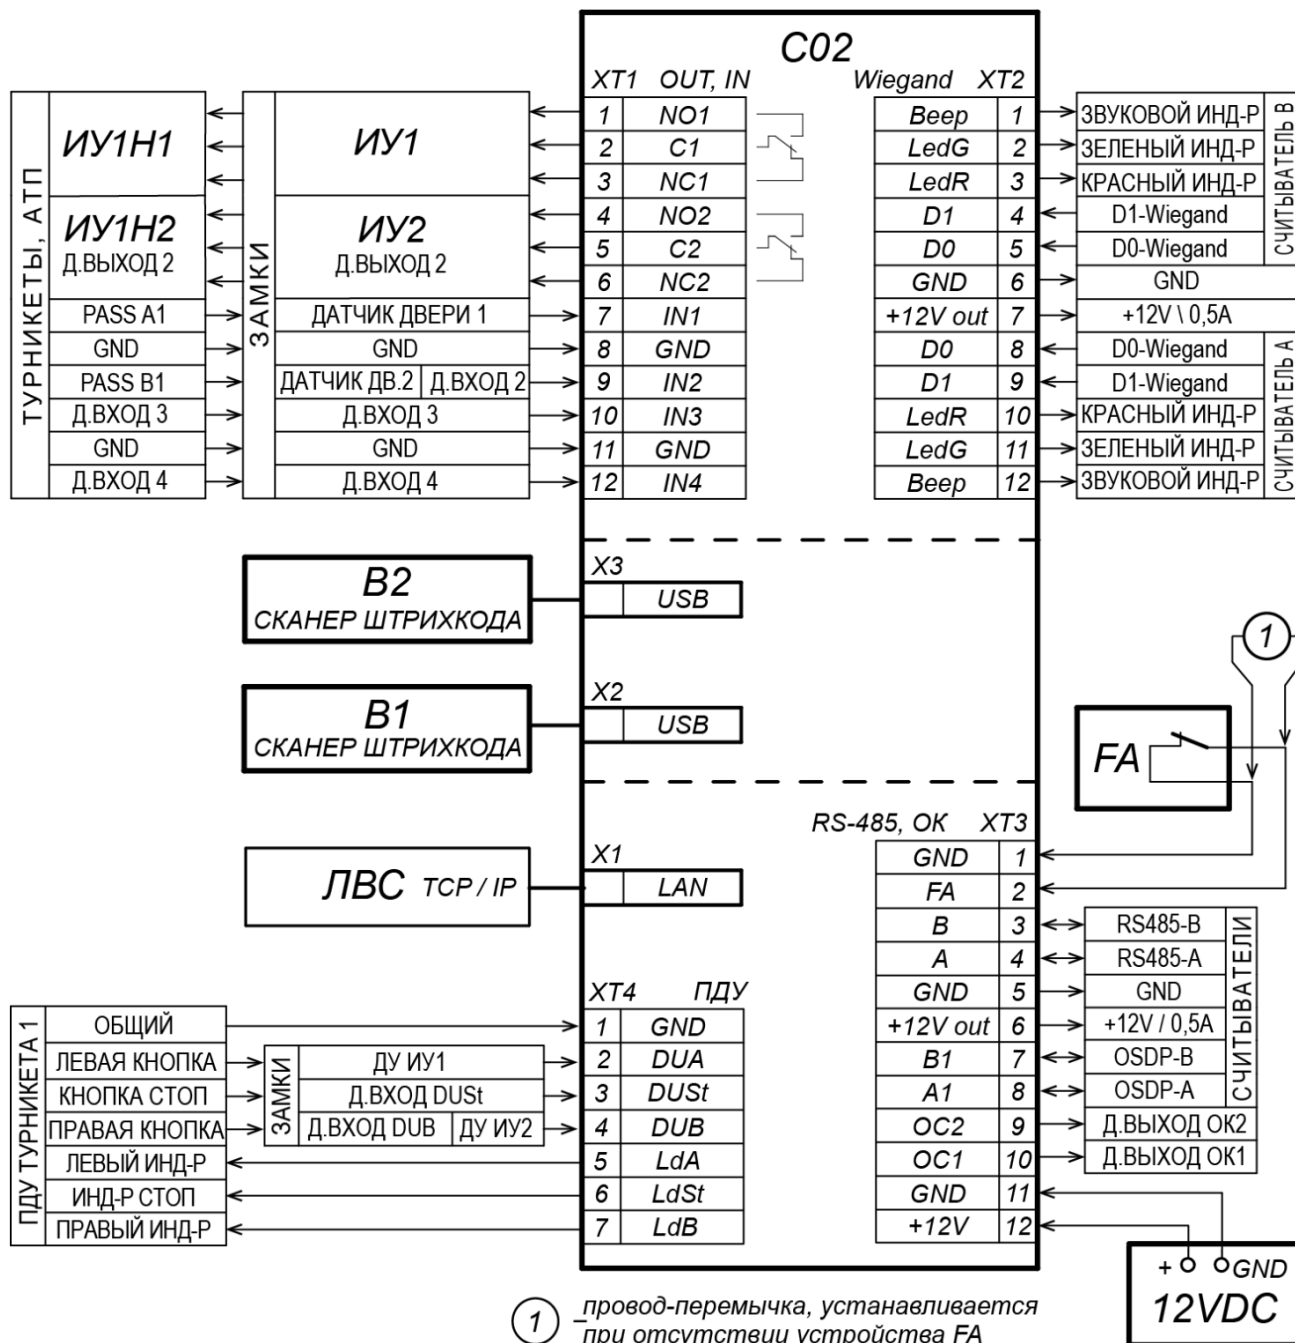
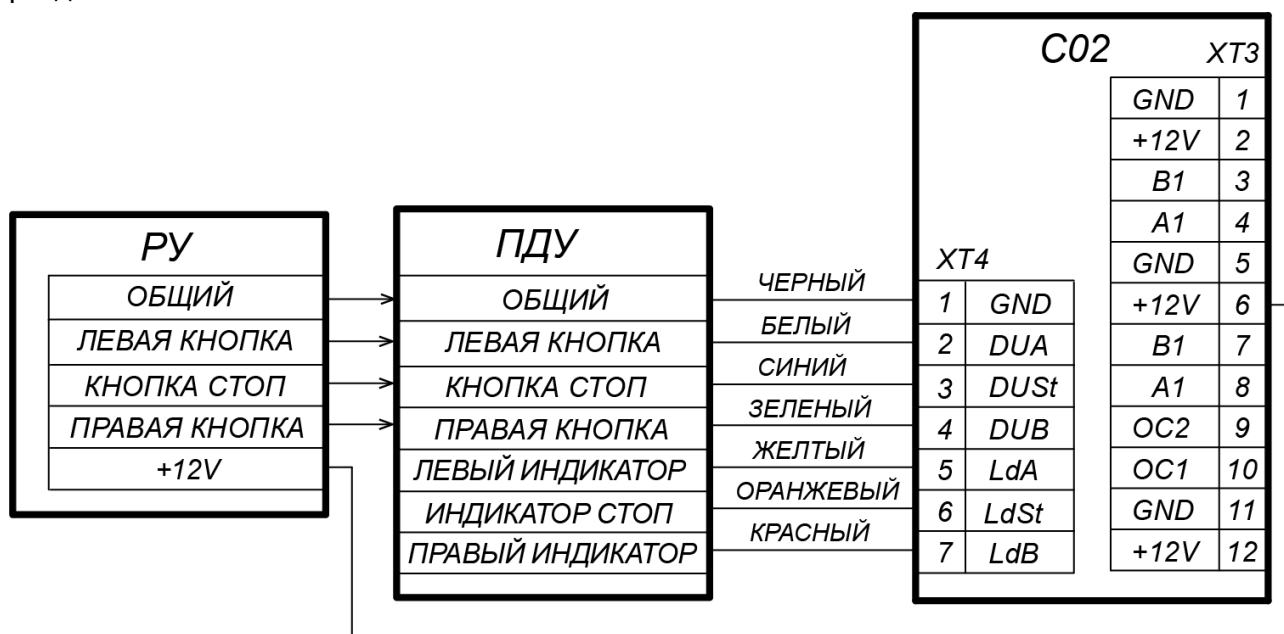

Рисунок 3. Общая схема подключений
Рисунок 10. Схема подключения ПДУ или устройства РУ для вариантов конфигурации «Контроллер для управления турникетом» и «Контроллер АТП»
При подключении к *RS-485* руководствуйтесь инструкциями на подключаемые устройства и схемой, представленной на рис. 3. Для подключения линии связи *RS-485* к контроллеру применяется кабель типа №2 (см. табл. 3).
Возможны следующие подключения по интерфейсу *RS-485* (см. схему на рис. 3):
Подключение к контроллеру осуществляется согласно схемам, представленным на рис. 3. Используемые типы кабелей указаны в табл. 3. Расположение нажимных колодок на плате контроллера указано на рис. 1.
7. Установите источник питания, подключите кабель питания к клеммной колодке **XT3** согласно схеме, представленной на рис. 3.
4. ПДУ (или устройство РУ) подключается к нажимной колодке **XT4** согласно схеме, представленной на рис. 10.
5. Устройство аварийной разблокировки (аварийного открытия прохода) *Fire Alarm* подключается к нажимной колодке **XT3** (при этом необходимо удалить заводскую перемычку проводом), см. рис. 3 и разд. 8.2.6.
Подключение осуществляется к контактам нажимной колодки **ХТ4** (см. рис. 3 и рис.10).
Аварийная разблокировка (аварийное открытие прохода) ИУ производится по команде устройства аварийной разблокировки (аварийного открытия прохода) *Fire Alarm*. Устройство *Fire Alarm* подключается к входу контроллера FA (контакты FA и GND нажимной колодки **XT3**, см. рис. 3). При отсутствии устройства *Fire Alarm* на вход должна быть установлена перемычка проводом (установлена при поставке). Параметры для сигнала FA указаны в разд. 5.4.2. При подаче управляющего сигнала на вход FA контроллер переводится в режим *Fire Alarm*. В этом режиме все подключенные ИУ разблокируются (открываются) для прохода в обоих направлениях. Другие команды управления при этом игнорируются.